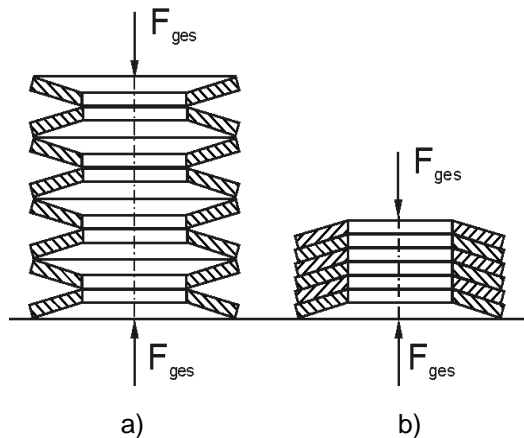

Abbildung 3.1
b) Benennen Sie die Art der Schaltung in **Abbildung 3.1** und beschreiben Sie welche physikalische Größe nicht ihren Wert ändert.
c) Bei einer der in **Abbildung 3.1** dargestellten Federschaltung tritt ein zusätzlicher Effekt auf, der im Vergleich zur idealen Federn eine zusätzliche Funktion aufweist. Benennen Sie diese und bei welcher der beiden Schaltungen die vorkommt (s. **Abbildung 3.1**).